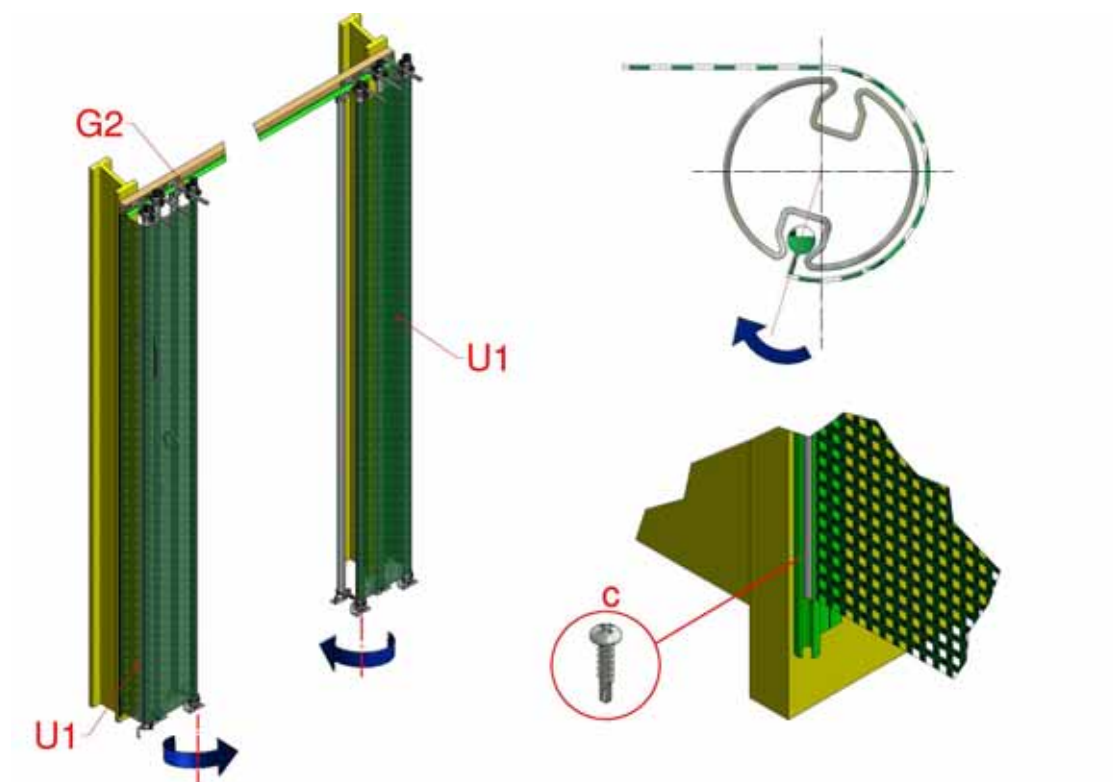

Figure 25 : couvertres d'extrémité
- 4.16 Une fois l'installation du moteur électrique terminée, y compris celle des interrupteurs de fin de course, il s'agit de poser les couvercles d'extrémité (U1), Figure 25. Fixer les tubes de commande supplémentaires découpés précédemment à la Section 4.7 à l'aide des brides transversales (G2).